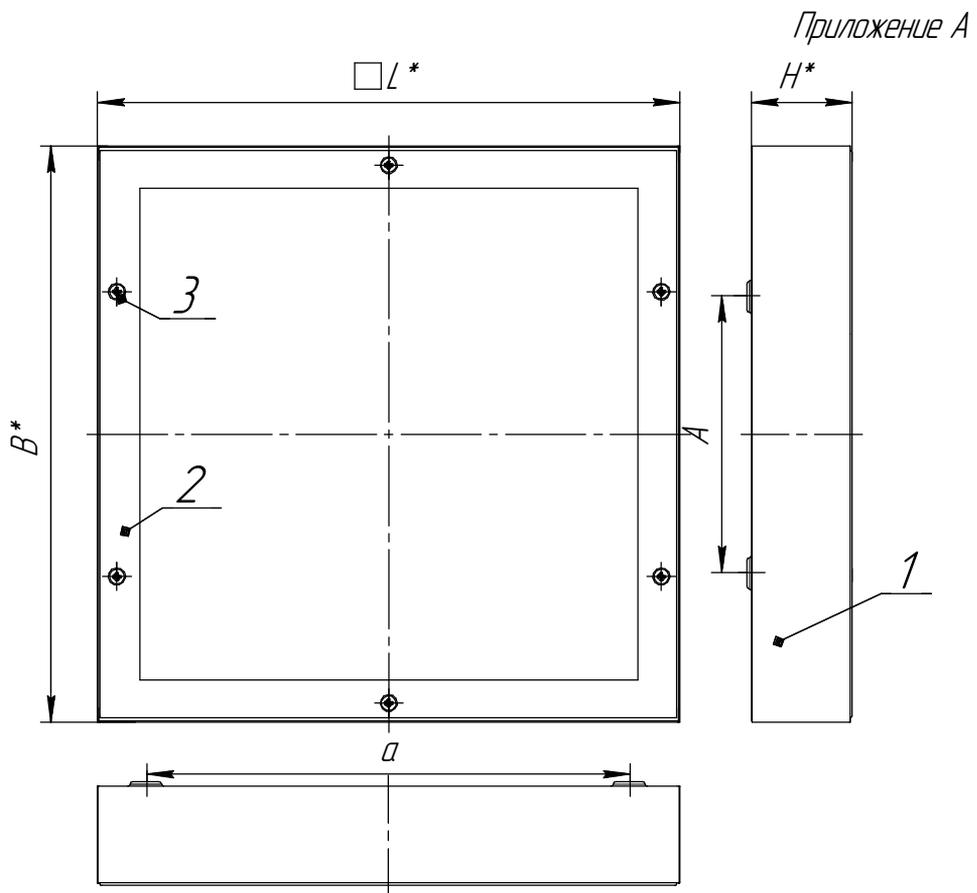

Рисунок 1: 1. Корпус в сборе,
4.1 Светильник состоит: из корпуса в сборе поз.1, в котором размещена электрическая схема; обечайки в сборе поз.2 которая закреплена на корпусе в сборе при помощи винтов поз.3 рисунок 1.
6.2. Снимите обечайку в сборе поз.2 рисунок 1 предварительно открутив 6 винтов поз.3. Обечайка в сборе повиснет на 2-х оконцевателях закрепленных на корпусе в сборе при помощи винта поз.4.
6.8. Установите обечайку в сборе поз.2 рисунок 1 на корпус в сборе поз.1, закрутив 6 винтов при помощи отвертки поз.3.